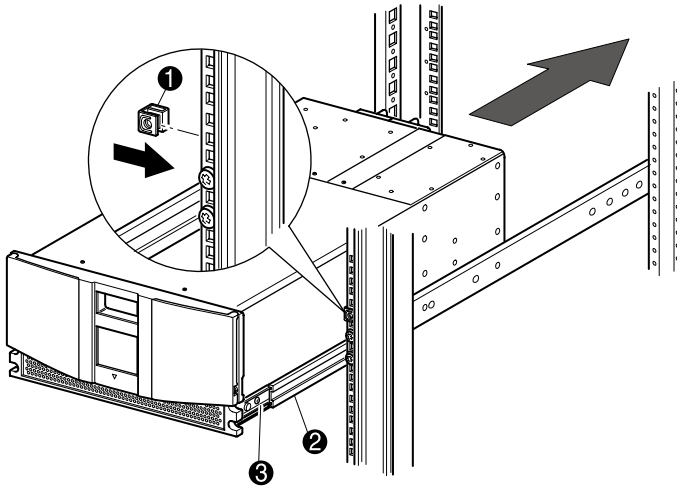

Figura 2-4. Instalación de la biblioteca (se muestra el Modelo MSL5026)
3. Cuando haya alineado dos unidades de bastidor sobre los tornillos de soporte de riel, instale las dos tuercas de alojamiento ❶ deslizantes en cada uno de los rieles frontales verticales del bastidor de Compaq (consulte la Figura 2-4).
5. Inserte con cuidado los rieles deslizantes interiores ❸ de la biblioteca en los rieles deslizantes intermedios ❷ extendidos (consulte la Figura 2-4).